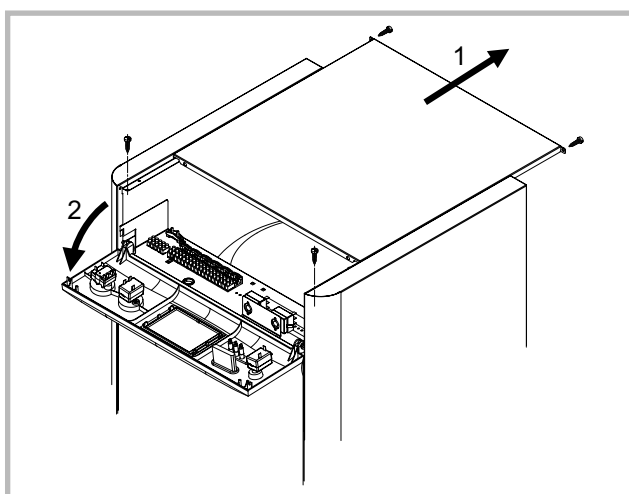

Figure 21 - Accès aux bornes de raccordement
- Basculer le tableau de contrôle (fig. 21).